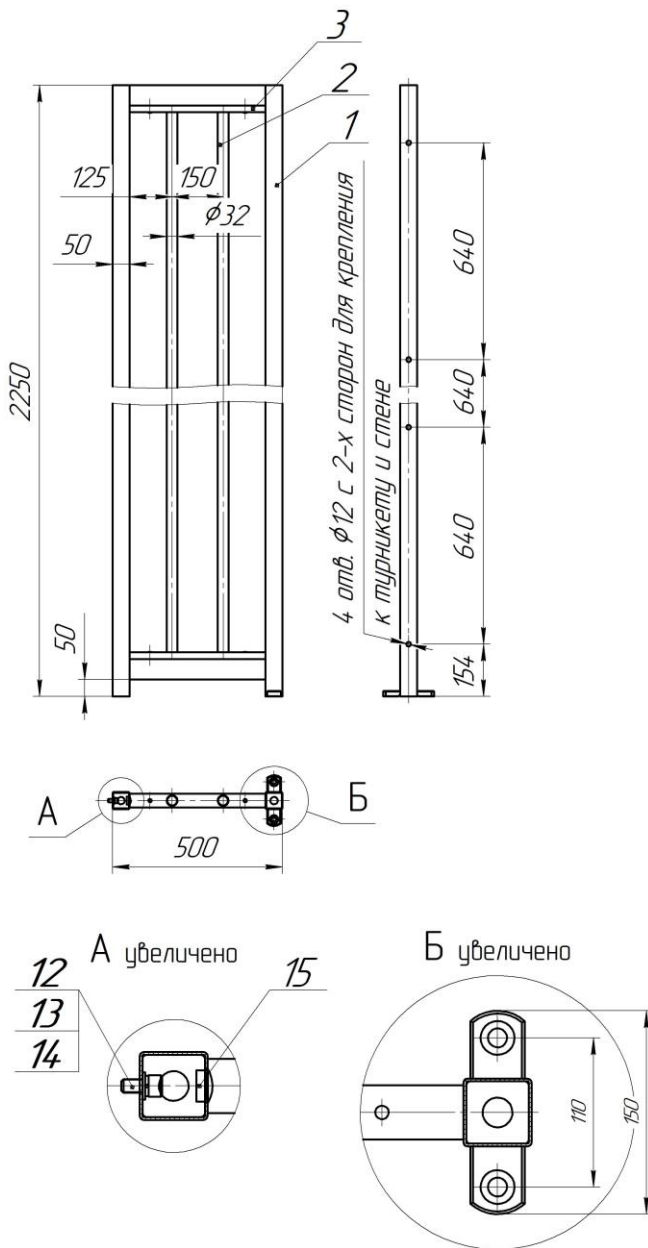

Рис. 1 Конструкция, габаритные и установочные размеры ограждения ОПР/500
Установочные размеры указаны на рис. 1÷6.
6.2.5. Установите ограждение на анкерные болты. Закрутите болты. Через отверстия в боковой стойке закрепите ограждение на турникете винтами **14** (см. рис. 1÷6) с шайбами **18, 21** из комплекта поставки. Затяните болты крепления ограждения и анкерные